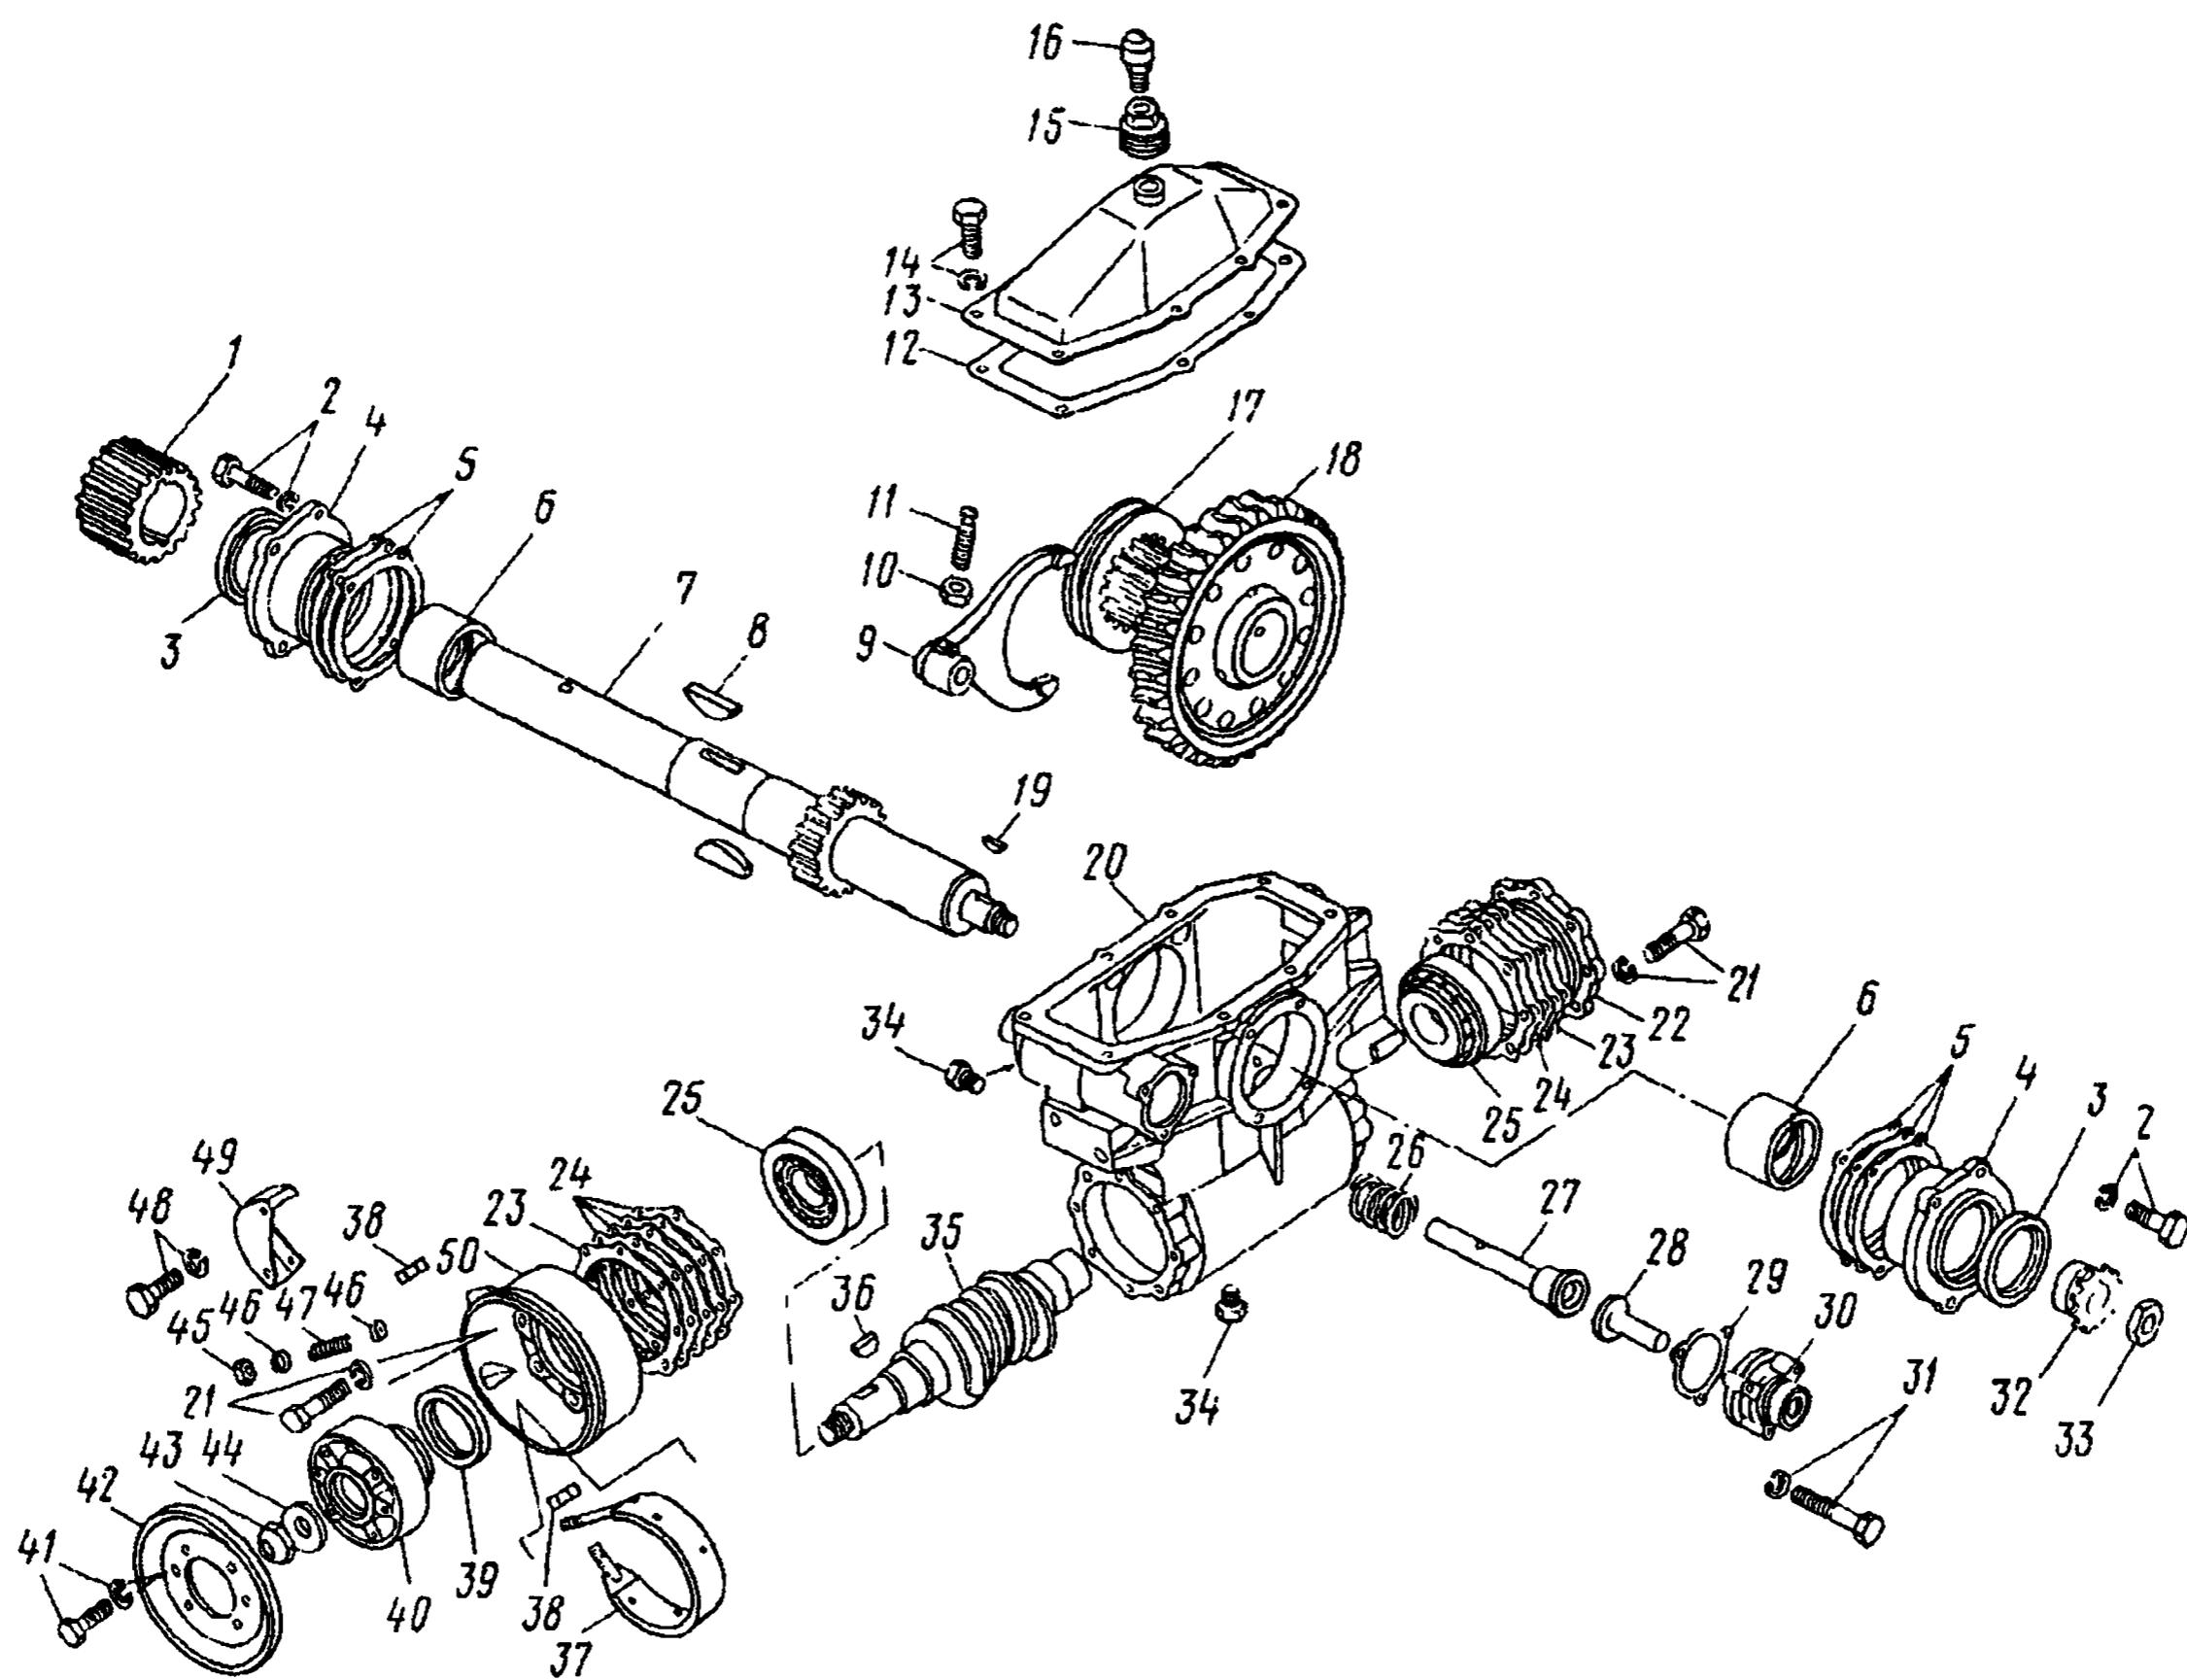
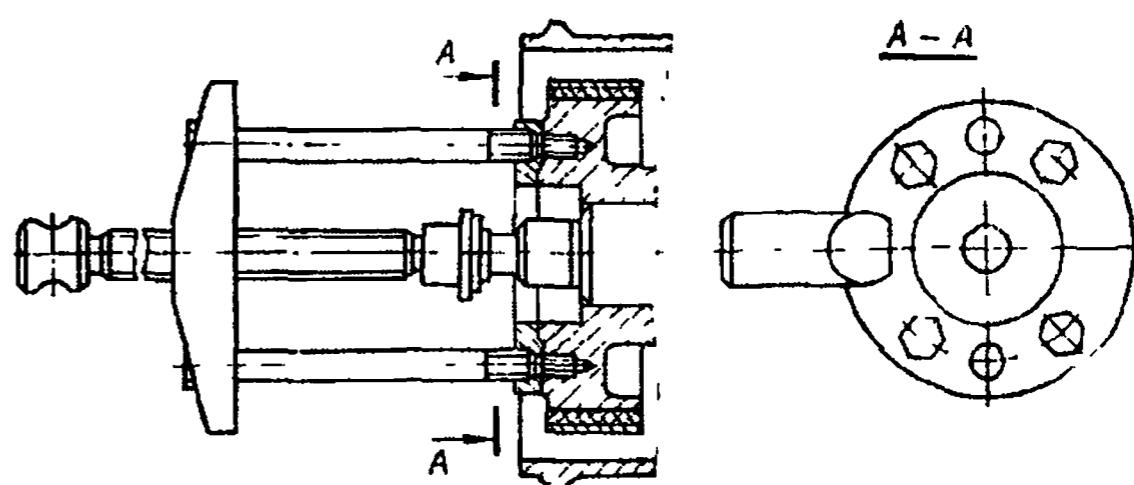

Рис. 341. Редуктор лебедки:
Рис. 342. Съемник И801.55.000 барабана тормоза лебедки
23. Съемником (рис. 342) снимите тормозной барабан 40 (см. рис. 341) и шпонку 36	Съемник, молоток, оправка